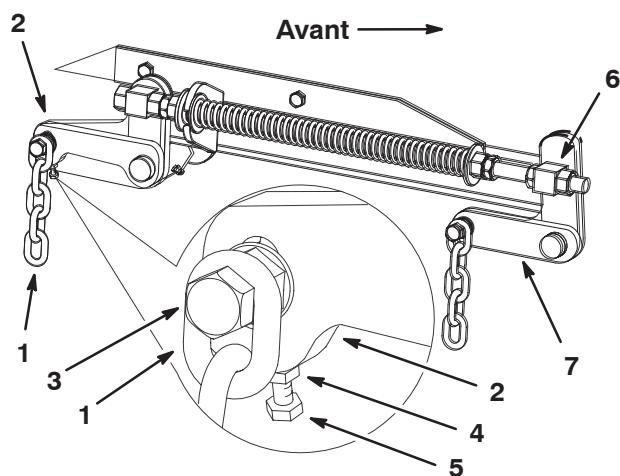

Figure 51
7. Si la distance mesurée au point B ou C n'est pas correcte, desserrez le boulon de fixation de la chaîne arrière au bras de support arrière (Fig. 51).